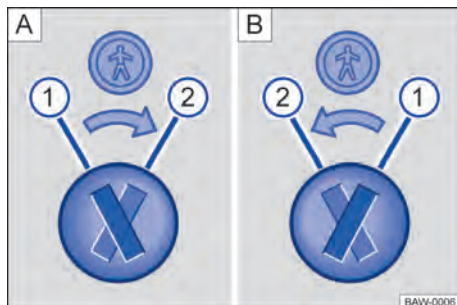

Fig. 38 Cierre de seguridad para niños: **A** puerta trasera izquierda, **B** puerta trasera derecha.
Leyenda para → fig. 38:
- Introducir la paleta de la llave en la ranura del bloqueo de seguridad para niños para activarlo o desactivarlo → fig. 38.